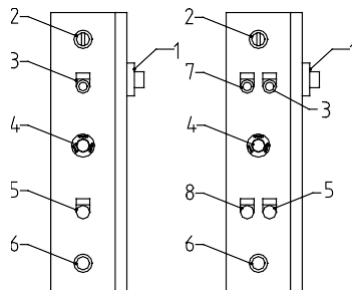

Рис. 4
- Убедитесь, что переключатель аварийной остановки (рис. 4/4) выключен, в противном случае, выключите его, повернув переключатель по часовой стрелке.
Установите основной переключатель Q1 в положение "1" (рис. 4/1)
Отрегулируйте термостат до нужной температуры S2 (рис. 4/6). Рекомендуемая температура - 65°C. Должен загореться зеленый световой индикатор H1. (рис. 4/6)
Перед началом работы, дождитесь, пока вода нагреется до нужной температуры, предварительно заданной с помощью термостата S2 (рис. 4/6).
- Нажмите кнопку запуска S3 (рис. 4/3), которая загорается, сигнализируя о начале цикла мойки.
- Установите термостат S2 в положение "0". (рис. 4/6)
- Выключите основной переключатель Q1 (рис. 4/1).
**Красный аварийный переключатель (рис. 4/4) необходимо использовать в случае непредвиденных ситуаций для остановки цикла мойки.** Чтобы его отключить, поверните переключатель по часовой стрелке.
Во время рабочего цикла корзина вращается автоматически. Когда крышка открыта, корзина может вращаться только при нажатой кнопке S3. (рис. 4/3).
- Установите таймер S5 (рис.4/2) и нажмите кнопку (S7).